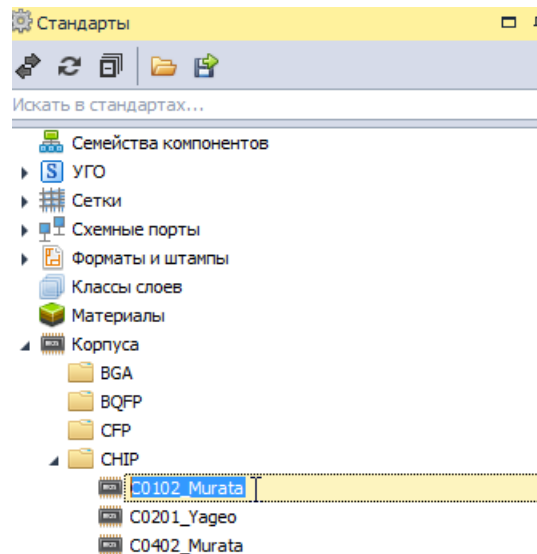

Рис. 84 Переименование корпуса
2. Введите новое имя и нажмите клавишу «Ввод» (Enter), см. Рис. 84.